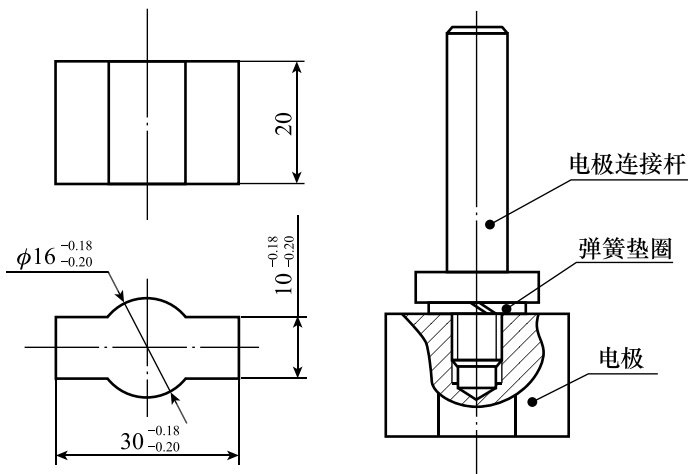

图 2-20 工具电极及组装图
(1) 电极的制造
① 电极材料的选择: 本节加工零件的电极用紫铜来制造。
② 电极的制造: 电极采用电火花线切割加工成型, 其形状尺寸和电极的组装如图 2-20 所示, 电极与连接杆之间采用螺纹连接, 弹簧垫圈的作用是防止电极和连接杆之间松动, 电极通过连接杆安装在机床主轴上。
(2) 电极的安装与找正